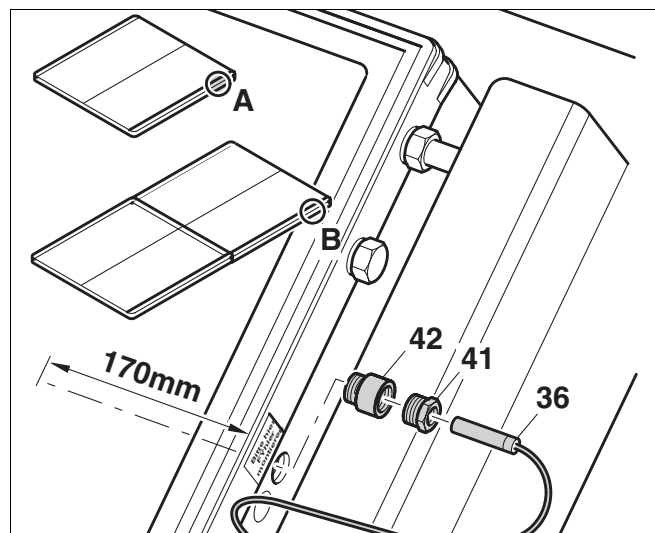

Abb. 58 Temperaturfühler einschieben
- Den Temperaturfühler (36) durch die Klemmverschraubung (41, 42) führen und ca. 170 mm bis zum Anschlag in den Kollektor einschieben (Abb. 58).